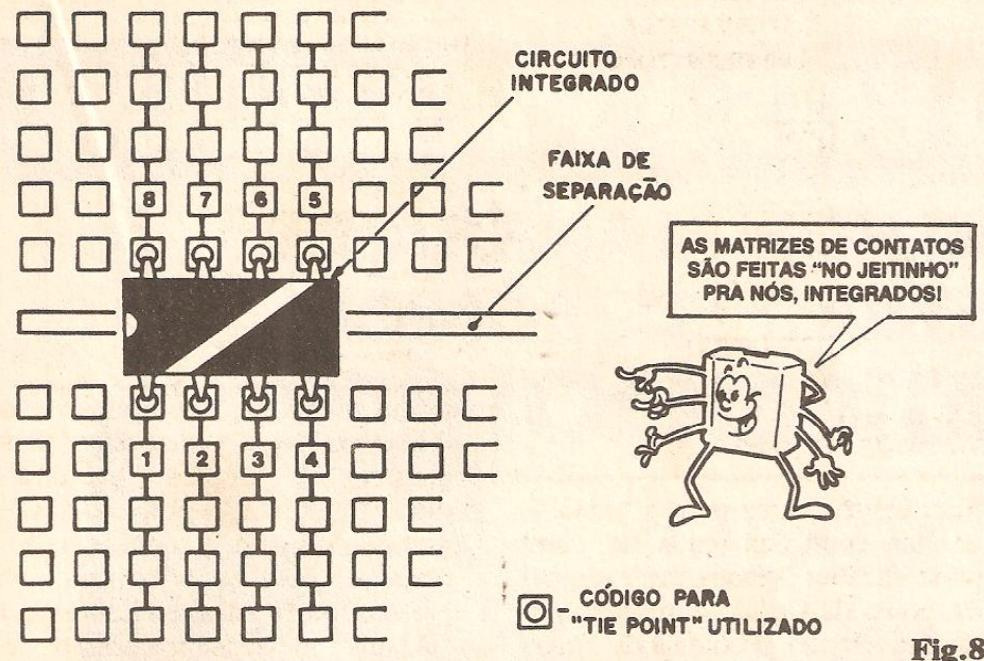

Fig. 8
**FIG. 8 - "ENFIANDO" INTEGRADOS NA MATRIZ** - Os Circuitos Integrados, com suas pernas curtas, próximas e extremamente regulares em afastamento, constituem um caso específico. O próprio espaçamento natural dos tie points está sempre dimensionando para receber diretamente, sem nenhum problema de inserção, qualquer Integrado (desde que seus terminais estejam em disposição "DIL" - dual in line...) "universal". Em tais Integrados, a distância entre pinos de um mesmo "lado" é sempre de  $1/10"$  e o espaçamento entre as duas linhas de "pernas" é de  $3/10$  (ou seja: o mesmo apresentado pela faixa central de separação - "FS" - ver fig. 1). Nesse padrão, conforme mostra a figura, Integrados de 8, 14, 16 pinos ou mais, devem ser sempre inseridos justamente sobre a separação central, ficando uma das linhas de